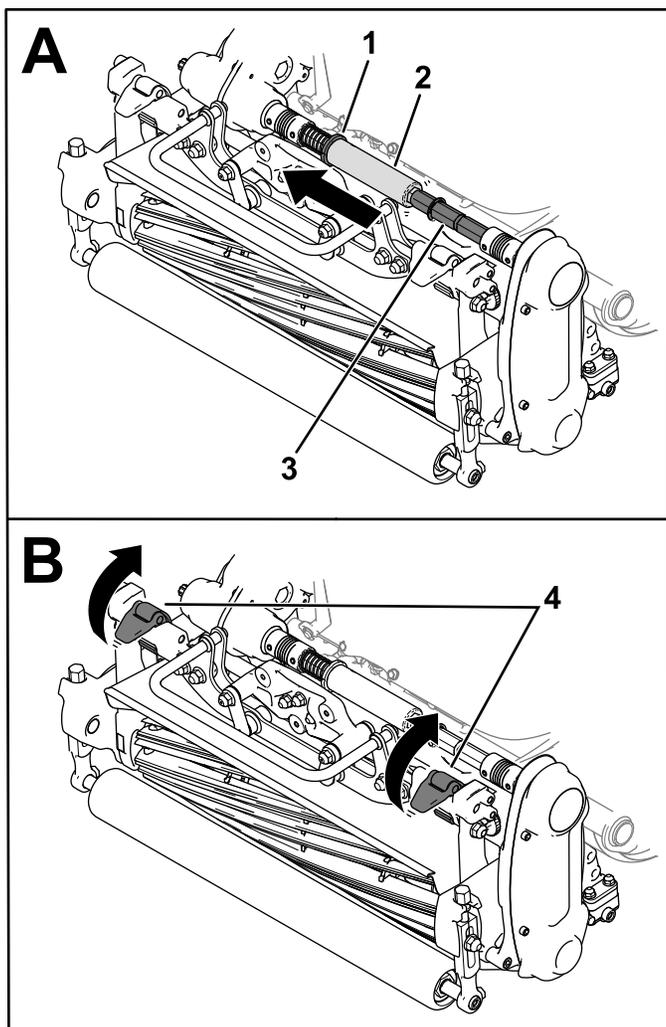

Figura 38
3. Spostate il collare (Figura 38) inserendolo nella scanalatura dell'albero della trasmissione.
4. Sfilate il tubo esagonale dall'albero dell'accoppiatore dell'apparato di taglio (Figura 38).
5. Spostate i fermi delle sospensioni verso l'alto per liberare l'apparato di taglio dalla macchina (Figura 38).